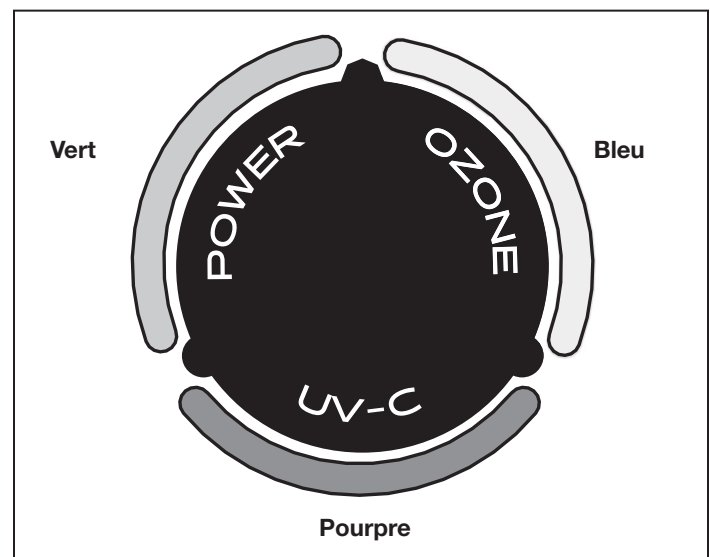
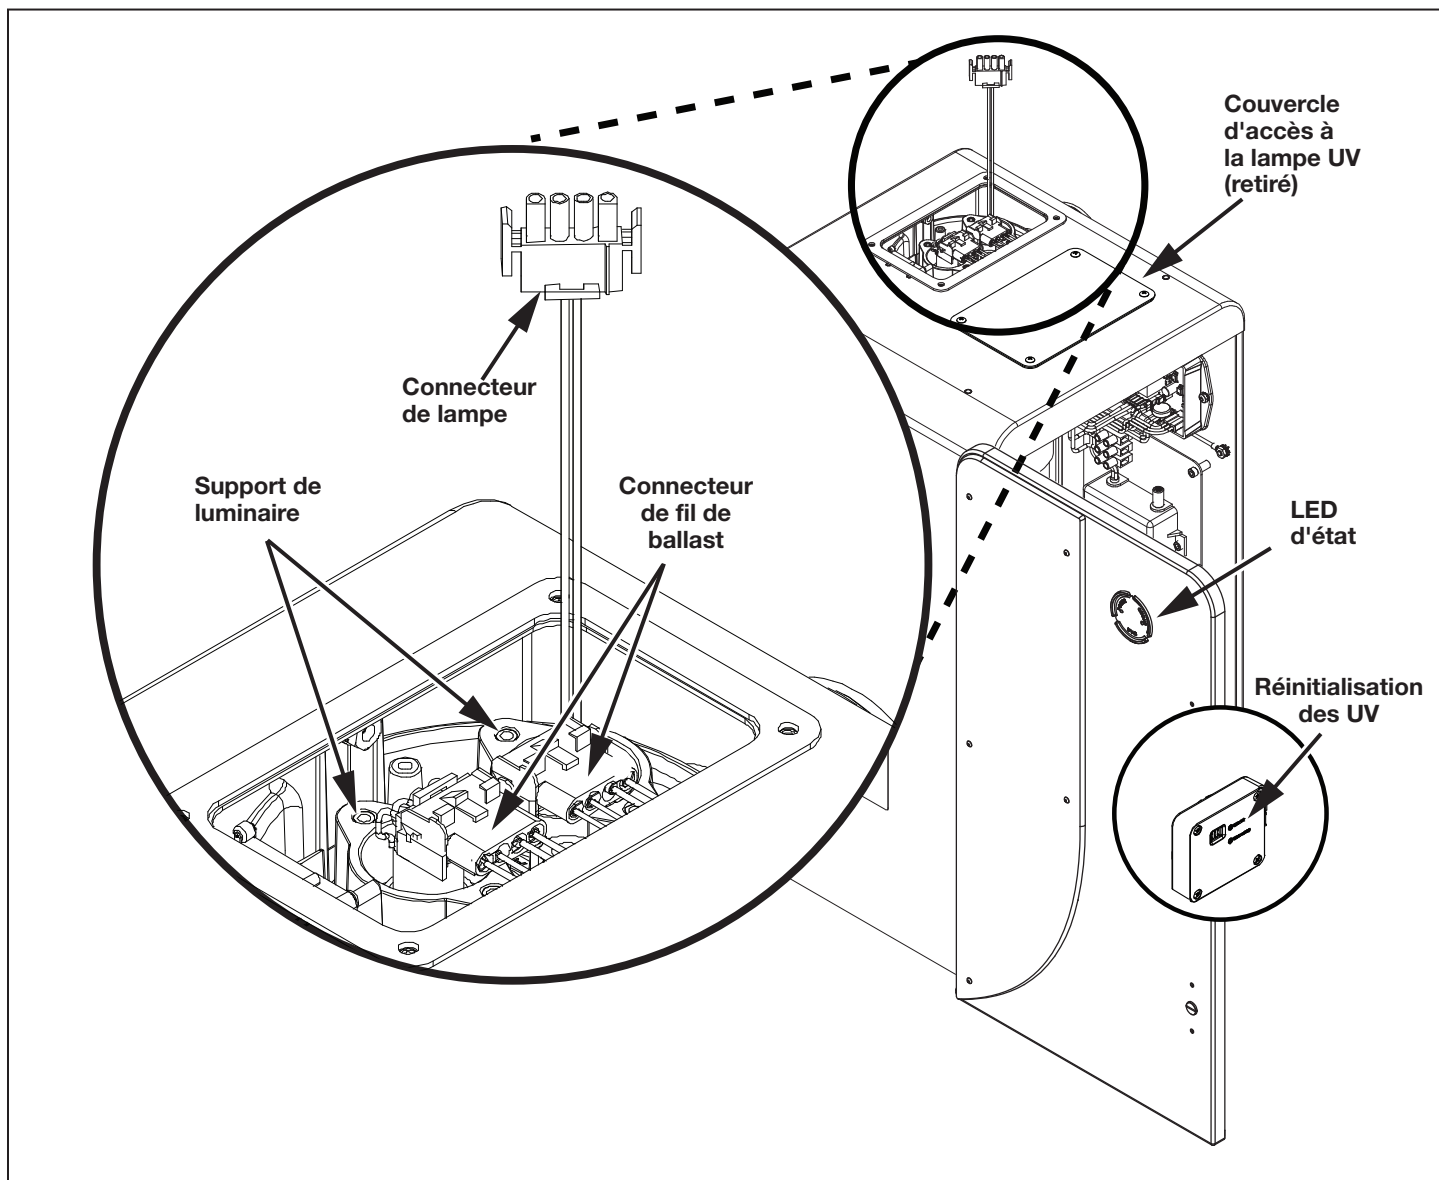

Figure 8. Indications des LED d'état en fonctionnement normal
Figure 14. Lampe UV Remplacement
Le Jandy AOP est équipé de témoins lumineux (Figure 8) indiquant son état de fonctionnement. Les voyants lumineux doivent afficher les couleurs correctes une fois que la pompe a atteint un débit régulier (voir Section 2.2.4 *Débits recommandés*). En fonctionnement normal, se reporter au Tableau 1 ci-dessous pour connaître l'état.
Il y a deux lampes dans chaque appareil Jandy AOP. Le voyant violet UV-C sur les LED d'état du système indique que les lampes UV fonctionnent correctement (voir la Figure 8). Si le panneau d'accès à la lampe UV est retiré pendant que l'appareil fonctionne, celle-ci s'éteint automatiquement (voir la Figure 14). Les lampes sont chacune logées dans un tube de quartz qui protège la lampe.
2. Utiliser un tournevis cruciforme pour retirer les quatre (4) vis qui maintiennent le couvercle d'accès. Voir la Figure 14.
4. Débrancher les connecteurs de la lampe des connecteurs de fils du ballast. Saisir ensuite les fils de la lampe UV et tirer doucement jusqu'à ce que le haut de la lampe UV ait dépassé les languettes de retenue de la lampe. Voir la Figure 14.
9. Réinitialiser l'indicateur UV-C en appuyant sur le bouton Réinitialiser les UV situé sur la porte intérieure derrière les témoins des LED d'état. Voir la Figure 14.
10. Fixer le panneau d'accès à la lampe UV à l'aide des quatre (4) vis une fois le système opérationnel.
2. Localiser le panneau d'accès à la lampe UV sur le dessus du Jandy AOP. Retirer les quatre (4) vis avec un tournevis cruciforme, et retirer le panneau. Voir la Figure 14.